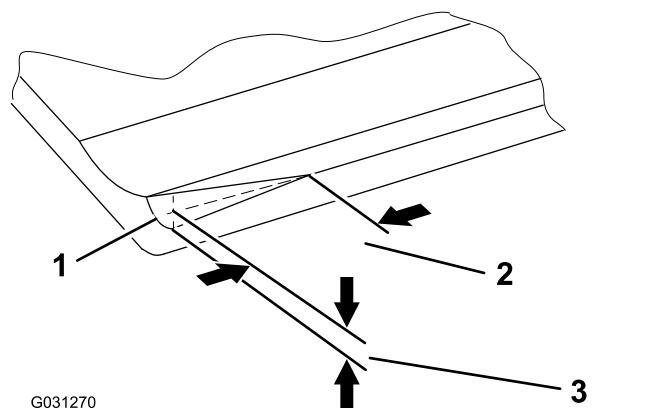

Рисунок 21
**Примечание:** Со временем потребуются заново заточить фаску (Рисунок 21), поскольку она рассчитана на 40% срока службы неподвижного ножа.